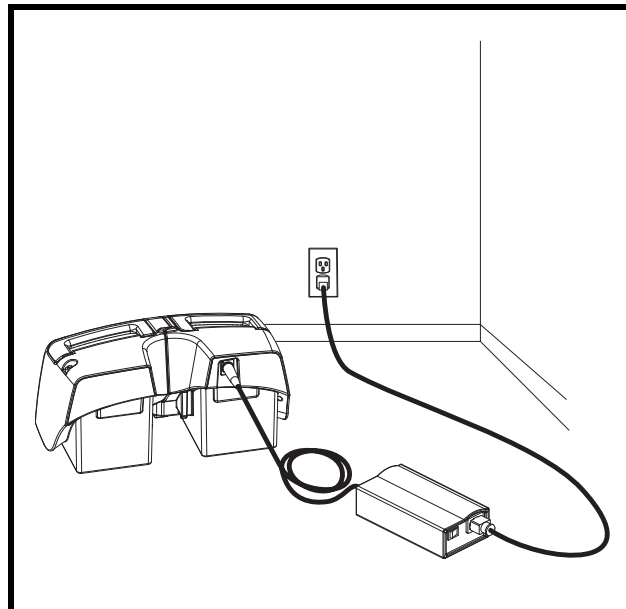

Abb. 13. Bei externer Ladung bitte die Batterie-Boxen vom Elektromobil ausbauen.
1. Entfernen Sie die Batterie-Boxen aus dem Elektromobil, und legen Sie sie auf eine flache, trockene Oberfläche in genau der gleichen Position wie sie auf dem Elektromobil sind. **Siehe Abb. 13.** Beziehen sie sich auf VII. "Zerlegen und Zusammenbauen" für Informationen über die Entfernung und Position der Batterie-Boxen.